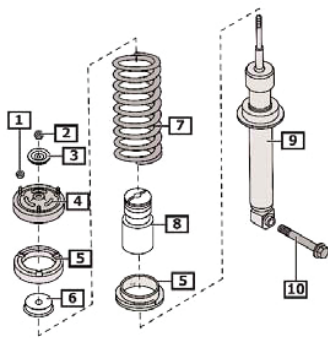

Fig. 9:
- **Fig. 9** Kolbenstangenmutter mit Spezialwerkzeug abschrauben und
- **Fig. 9** Use a special tool to unscrew piston rod nut and
- **Fig. 9** Dévisser l'écrou de la tige de piston avec un outil spécial et enlever les composants (3 – 8).
- **Fig. 9** Desatornillar la tuerca del eje del amortiguador con una herramienta especial y
- **Fig. 9** Original Stützlager formschlüssig aufsetzen.
- **Fig. 9** Position original support bearing in the correct (positive) position on the spring.
- **Fig. 9** Mettre en place le palier de soutien d'origine.
- **Fig. 9** Colocar el cojinete de apoyo original de forma que encaje.